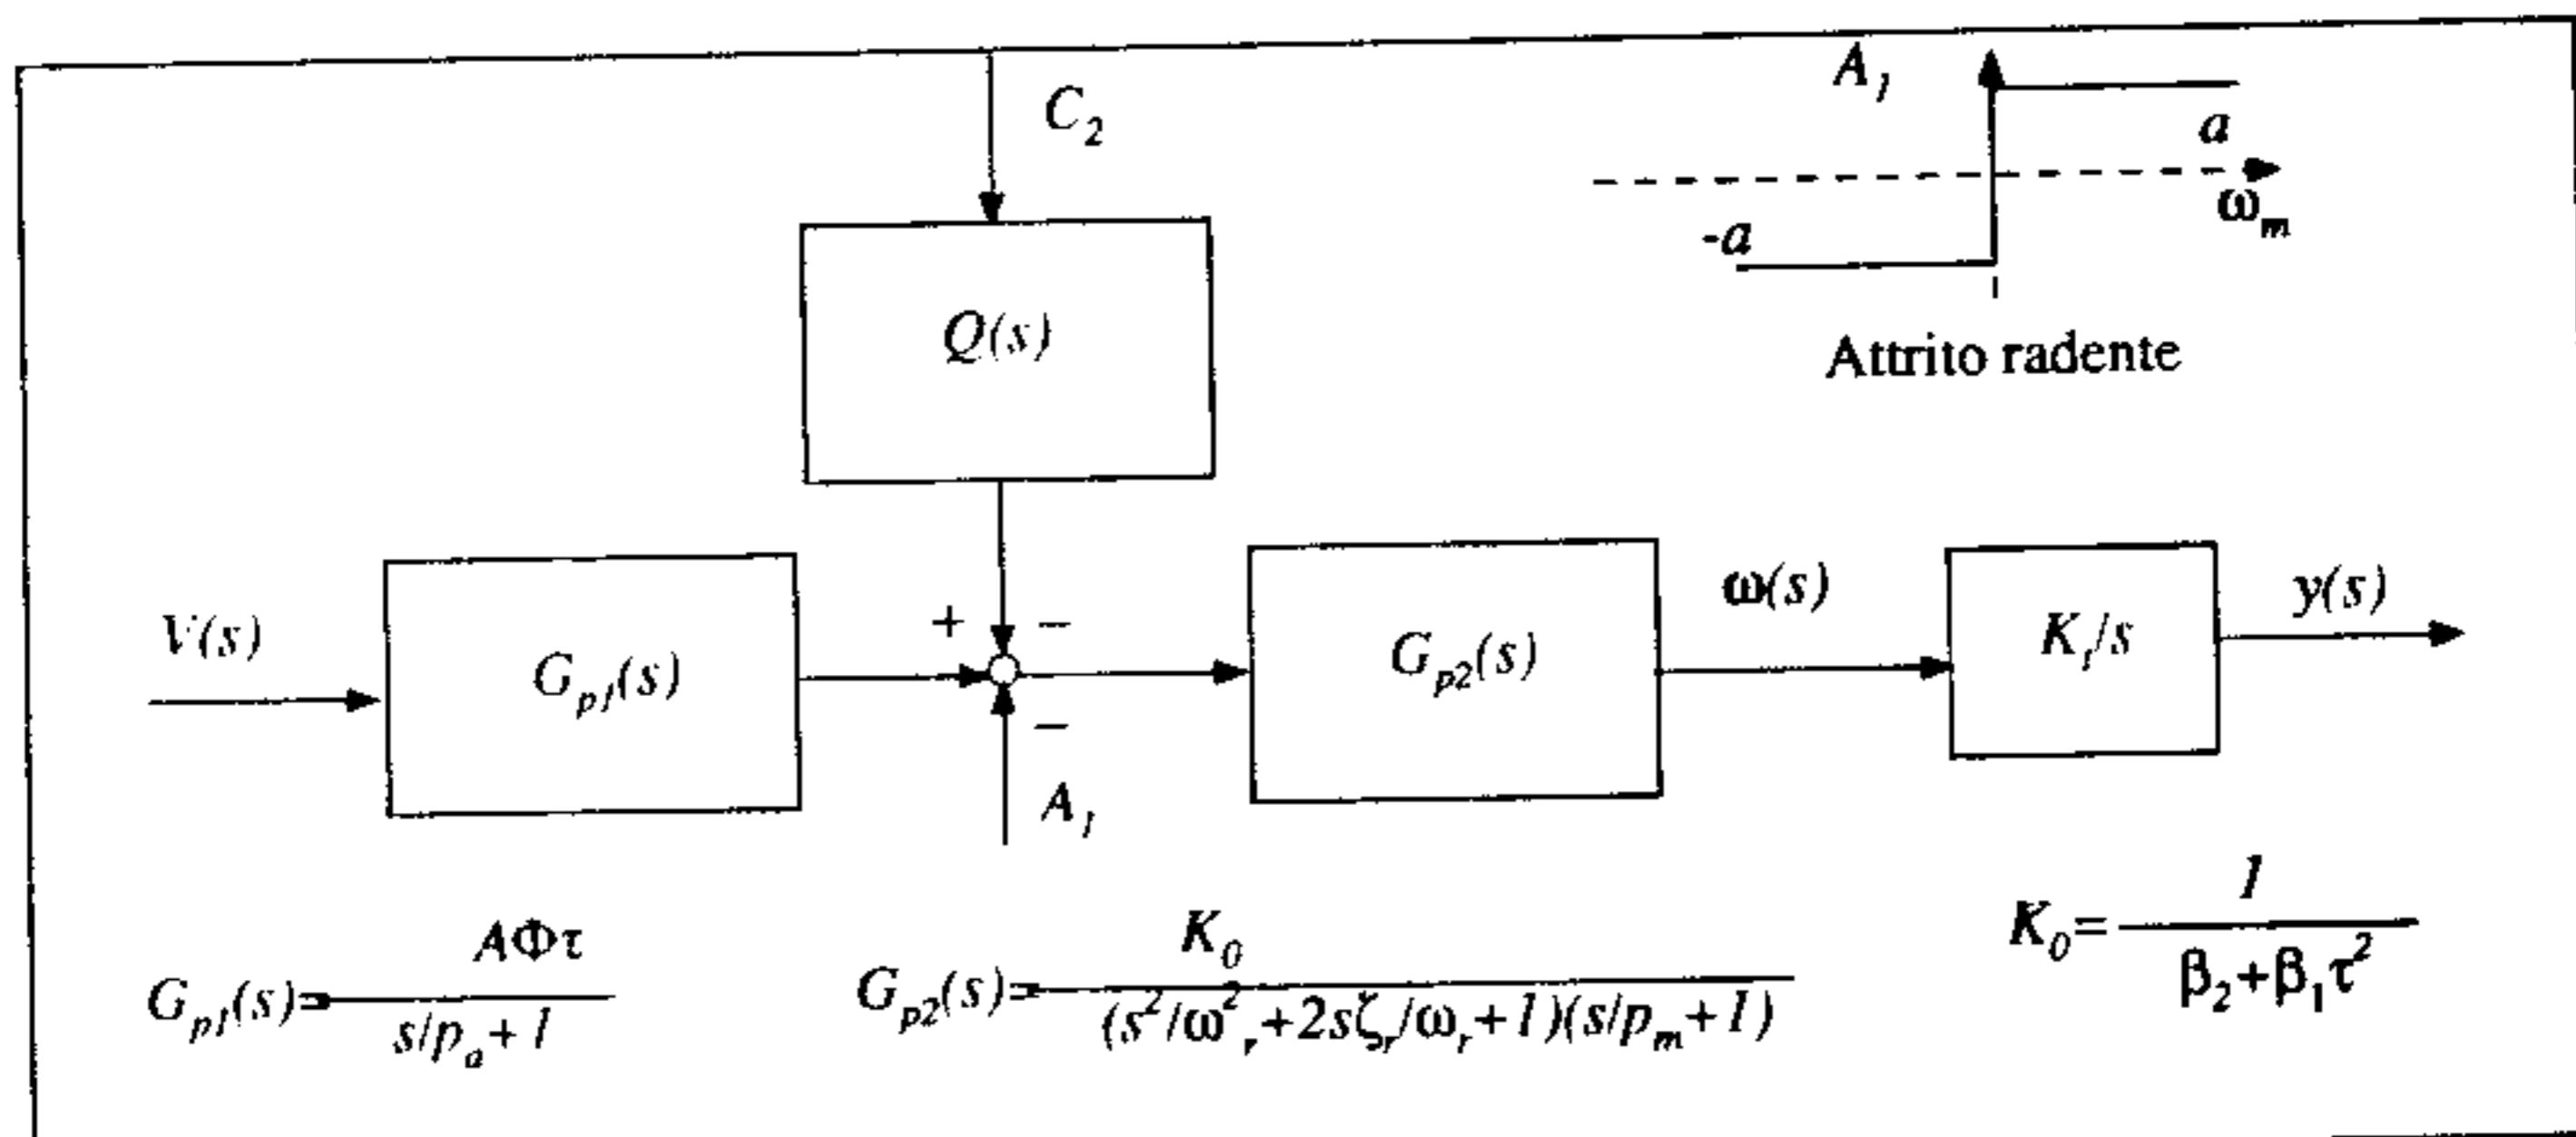

Figura 3 - FdT dell'impianto da controllare
- Utilizzando gli autovalori approssimati, ottenuti in sede di analisi dinamica, si dimostri che lo schema a blocchi si può scrivere come in Figura 3. Si calcolino i valori numerici dei parametri dello schema a blocchi e la FdT $Q(s)$. Si noti che C_2 è la coppia di gravità sul braccio. Si calcoli il valore massimo in modulo c della coppia C_2 . L'attrito radente sia descritto dalla caratteristica ideale in Figura 3 con $a=0,1Nm$.
Le FdT dell'impianto da controllare sono illustrate in Figura 3. In alternativa ai dati ottenuti al punto precedente si possono usare i seguenti dati (indicare quali sono stati usati): $\tau=250$, $p_m=2,8$ rad/s, $\omega_r=200$ rad/s, $\zeta_r=0,007$, $A=1A/V$, $\Phi=0,2$ Vs, $p_a=500$ rad/s (banda passante dell'alimentatore), $K_t=3V/\text{rad}$ (costante del trasduttore di posizione angolare), $|C_2| \leq 40$ Nm.
Si progetti una FdT compensatrice per l'impianto schematizzato nella Figura 3 che soddisfi le seguenti specifiche: